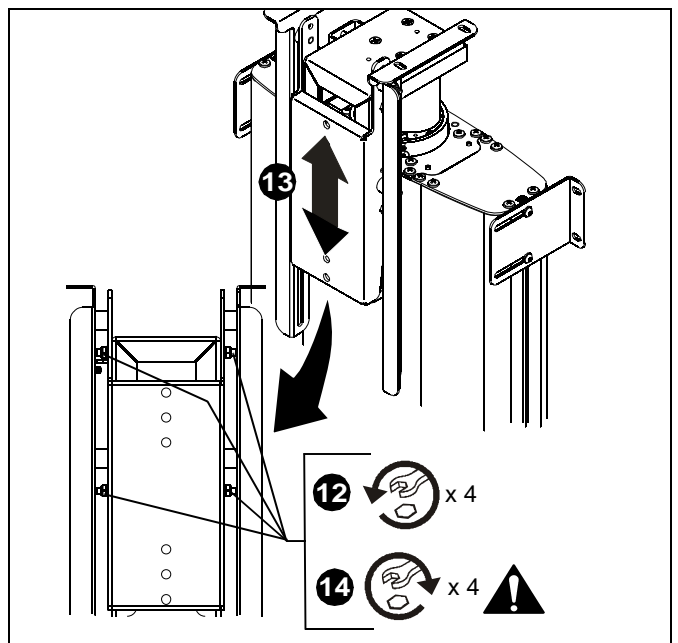

Figura 6
9. Fije la placa frontal a su soporte de sujeción con dos tuercas de seguridad. (Consulte la Figura 6)
12. Afloje las cuatro tuercas que fijan el soporte de sujeción de la placa frontal al marco. (Consulte la Figura 6)
13. Deslice hacia arriba el soporte de sujeción de la placa frontal según la distancia deseada. (Consulte la Figura 6)